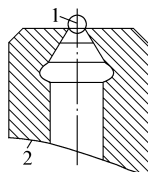

图 3-22 缩孔
③ 调试油嘴时，如果雾化尚好，断油也干脆，但慢压油时有漏油现象，这表明喷孔部分有磨损，需要进行缩孔。缩孔的目的是缩小因磨损而扩大了喷孔，提高喷油质量及射程，减少废气侵入。缩孔后还要进行研磨，恢复缩孔后被损坏了的喷油部分的配合间隙，加强封闭严密性。缩孔的方法如图 3-22 所示，在针阀体中央放一个滚珠（喷孔直径为 1mm，放直径 3mm 的滚珠；喷孔直径为 1.50mm，用直径 4mm 的滚珠；喷孔直径为 2mm，用直径 6mm 的滚珠），用小锤轻轻地将滚珠敲击一下，进行缩孔。要特别注意，因为喷孔是可以多次缩孔修复的，所以前两次敲击时，用力应轻勿重。如缩孔后不能恢复指标，或用力较大损坏了喷孔部分的配合间隙和封闭部分的严密性，则必须再进行研磨。